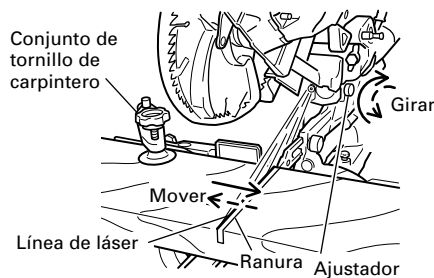

Fig. 20
(1) Encienda el marcador láser y efectúe una ranura de aproximadamente 3/16" (5mm) de profundidad en una pieza de trabajo de unos 25/32" (20mm) de alto y 5-29/32" (150mm) de ancho. Sostenga la pieza de trabajo ranurada mediante el tornillo de carpintero tal como está, y no la mueva. Para el trabajo de ranurado, refiérase a "11. Procedimientos de corte de ranuras" en la página 78.
(2) Luego, gire el ajustador y desplace la línea de láser. (Si gira el ajustador en el sentido de las agujas del reloj, la línea de láser se desplazará hacia la derecha y si lo gira en sentido contrario a las agujas del reloj, se desplazará hacia la izquierda.) Cuando trabaja con la línea de tinta alineada con el lado izquierdo de la hoja de sierra, alinee la línea de láser con el extremo izquierdo de la ranura. (Fig. 20) Cuando la alinee con el lado derecho de la hoja de sierra, alinee la línea de láser con el lado derecho de la ranura.
(3) Tras ajustar la posición de la línea de láser, trace sobre la pieza de trabajo una línea de tinta en ángulo recto y alinee la línea de tinta con la línea de láser. Cuando alinee la línea de tinta, deslice gradualmente la pieza de trabajo y asegúrela con el tornillo de carpintero en la posición en que la línea de láser coincida con la línea de tinta.